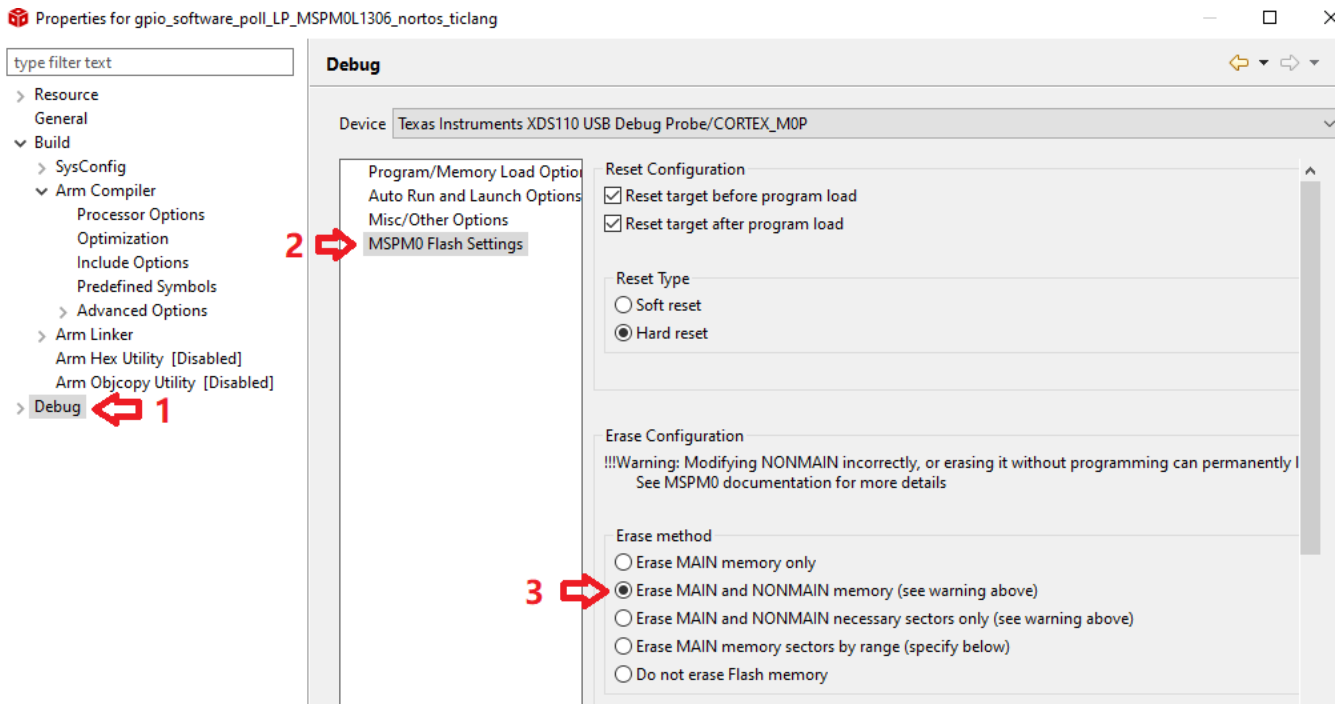

図 3-4. NON-MAIN フラッシュ消去を有効化
- Code Composer Studio™ (CCS)、または Keil でプロジェクトをビルドし、その後コードをフラッシュにダウンロードします。画像をダウンロードするために重要なことは、メイン以外のフラッシュ消去を有効にすることです。例えば CCS では、図 3-4 でこれを有効にします。